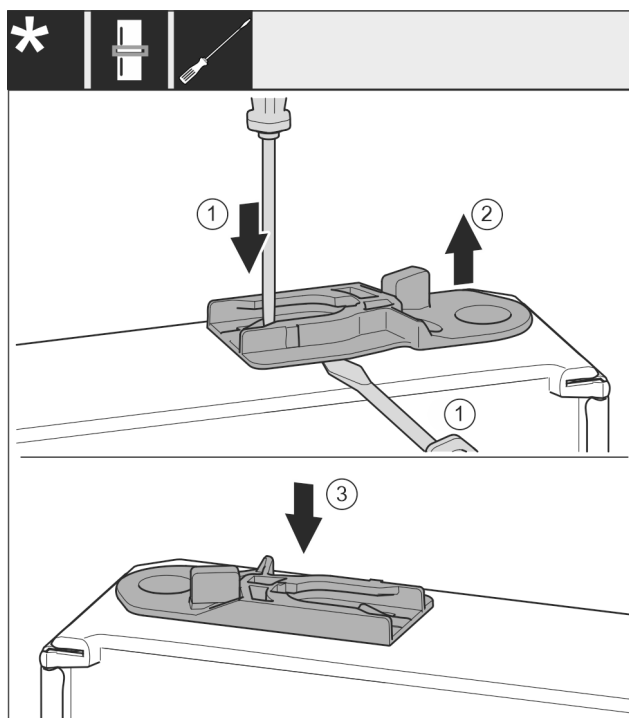

Fig. 38
- ▶ Sortir la douille de guidage : Pousser la languette avec un tournevis plat et la faire passer simultanément sous la douille de guidage avec un tournevis plat. *Fig. 38 (1, 2)*
- ▶ Pousser la douille de guidage fournie à la livraison de l'autre côté du logement. *Fig. 38 (3)*